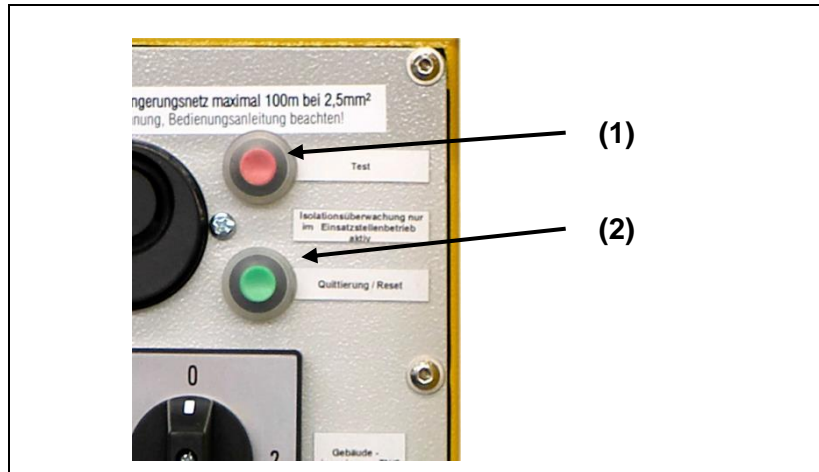

Abb. 5-2: Isolationsüberwachung mit E-MCS 4.0
2. Drücken Sie den Testknopf (siehe Abb. 5-2-(1))
3. Drücken Sie nach erfolgter Prüfung die Reset-Taste (siehe Abb. 5-2-(2)), um die Fehlermeldung zu quittieren.
1. Drücken Sie die Reset-Taste (siehe Abb. 5-2-(2)), um die Fehlermeldung zu quittieren.